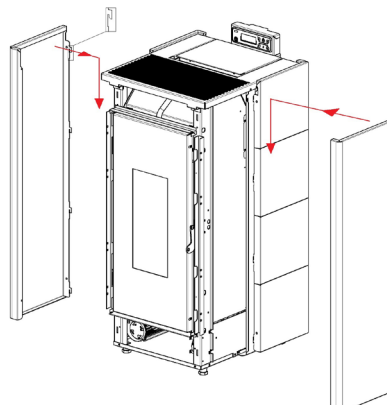

Fig. 30 - Die Platten einhängen
- Die farbigen Platten einsetzen: Die vordere Seite unter den Führungen am Ofen zusammenstecken, dann hinten über die Zähne einhaken (siehe **Fig. 30 auf S. 20**).